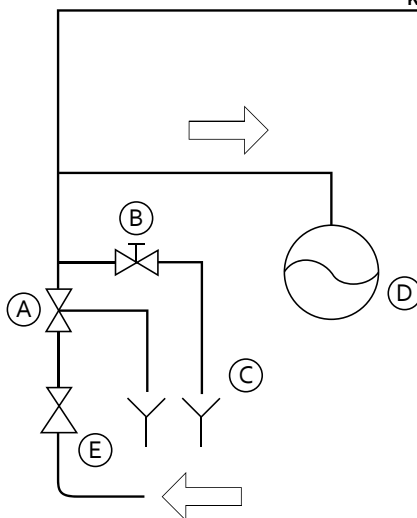

fig. 2
Prestar atención en la fase de instalación de la válvula de seguridad (Fig 2-pos. A) evitando forzarla al final de carrera y de alterarla. La válvula de seguridad tiene un valor nominal de calibrado de 8 bar. Un ligero goteo de la válvula de seguridad es normal en la fase de calentamiento; por eso se recomienda conectarla a una descarga sifonada.
Si existe una presión de red cercana a los valores de calibración de la válvula, es necesario aplicar un reductor de presión adecuado (Fig.2-pos. E) posicionado lo más lejano posible del equipo.
**obligatorio** instalar un vaso de expansión (Fig.2-pos. D) con una capacidad no menor del 5% de la capacidad nominal de cada equipo de calefacción.
Precisamos que algunos dispositivos son similares a las válvulas de no retorno y, por tanto, su uso comporta el uso obligatorio de un vaso de expansión adecuado (vea fig. 2).